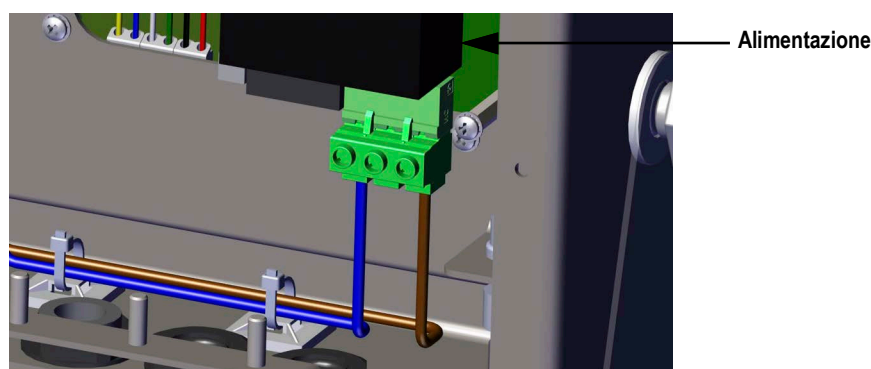

Figura 2-20. Connessione del cablaggio AC
1. Far passare il cavo nel pressacavo (non incluso), vedere la Figura 2-20.
3. Far passare gli altri due fili sul retro dell'indicatore e connetterli alla spina a tre pin (PN 152334) che si collega alla scheda di alimentazione, vedere la Figura 2-20 e la Tabella 2-4 a pagina 30.